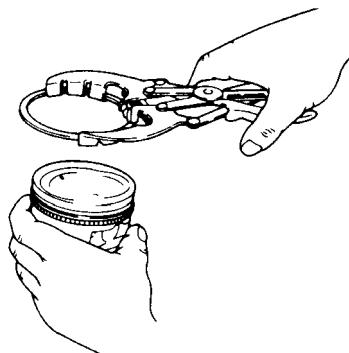
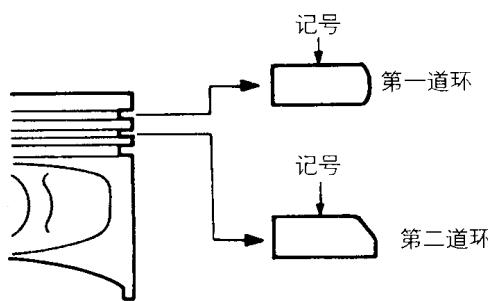

图 2-94 安装活塞气环
图 2-95 活塞气环的记号
(3) 如图 2-94 所示, 安装第二道活塞环和第一道活塞环时, 用活塞环扩张器将第二道环装到活塞环槽内, 然后再装第一道环。注意要注意第一道和第二道活塞环之间的差异, 装第一道和第二道活塞环时, 要将它们刻有记号的侧面向上 (向活塞顶侧) (见图 2-95)。